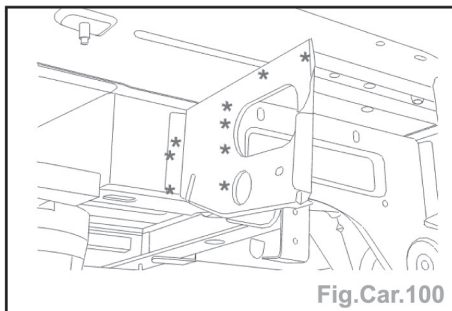

Fig.Car.100
- Découper par fraisage des points (Fig.Car.100).